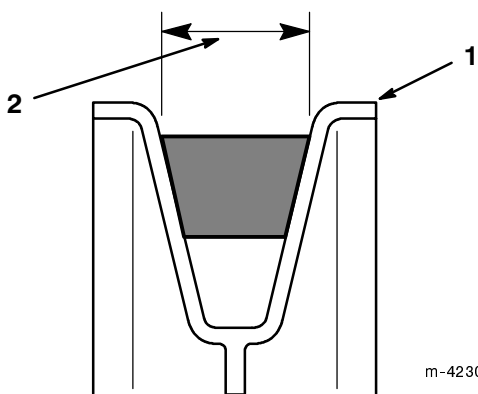

Figure 12
7. S'assurer que le côté le plus large de la courroie de PdF se trouve vers l'extérieur de **chacune des (quatre) poulies** (Fig. 12).